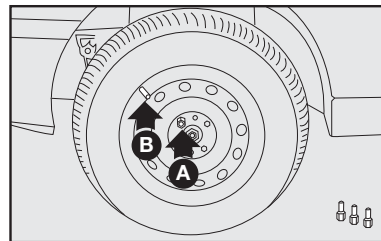

fig. 15
- Atarraxar apenas um dos parafusos **A-fig. 15**, em correspondência com a válvula de enchimento **B-fig. 15**.